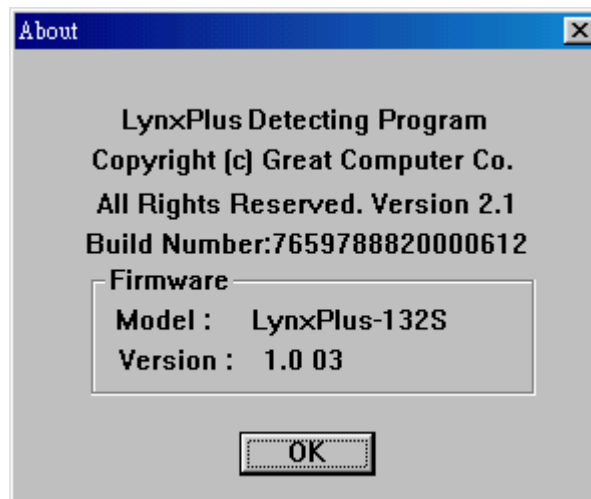

Abb. 4-9
1. Klicken Sie die "About Schaltfläche", und wählen Sie den entsprechenden seriellen Anschluß. (siehe Abb. 4-9).